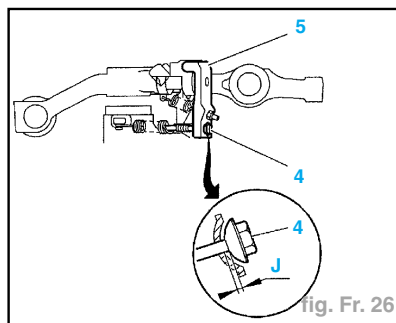

fig. Fr. 26
- La modification de la pression dans le circuit arrière est obtenue en faisant varier la valeur du jeu "J" (fig. Fr. 26).
- Mesurer le jeu "J" entre la vis (4) et le levier (5) : "J" doit avoir une valeur comprise entre **0,5 mm** et **2 mm**.